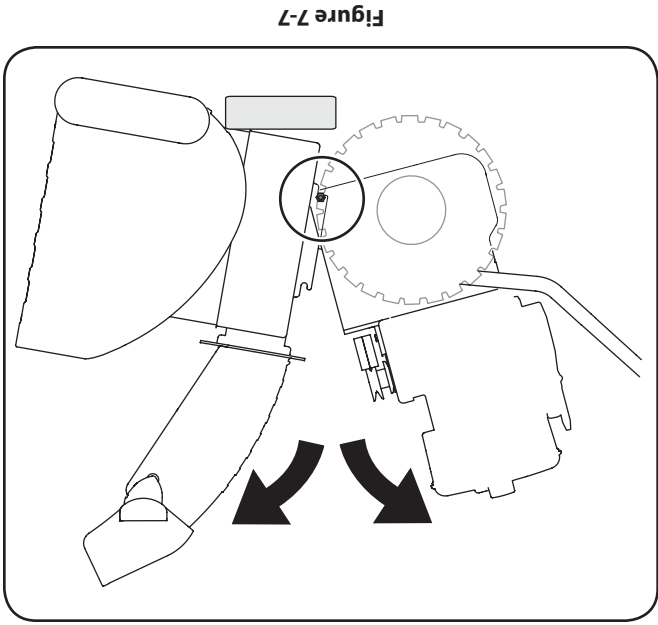

Figure 7-7
5. Placez une cale en bois sous l'habillage de la tarrière, comme à la Figure 7-7 et séparez l'habillage de la tarrière tirant sur les poignées.
- a. Bloquez la turbine avec une cale en bois pour l'empêcher de tourner et utilisez une clé de 1/2 po pour enlever la vis à tête hex. et la rondelle du milieu de la poulie sur l'habillage de la tarrière. Voir la Figure 7-7.
- b. Dégagez le support du frein de la gorge de la poulie et libérez la poulie des taquets de l'adaptateur de la poulie de la tarrière pour enlever la courroie usagée. Voir la Figure 7-7.